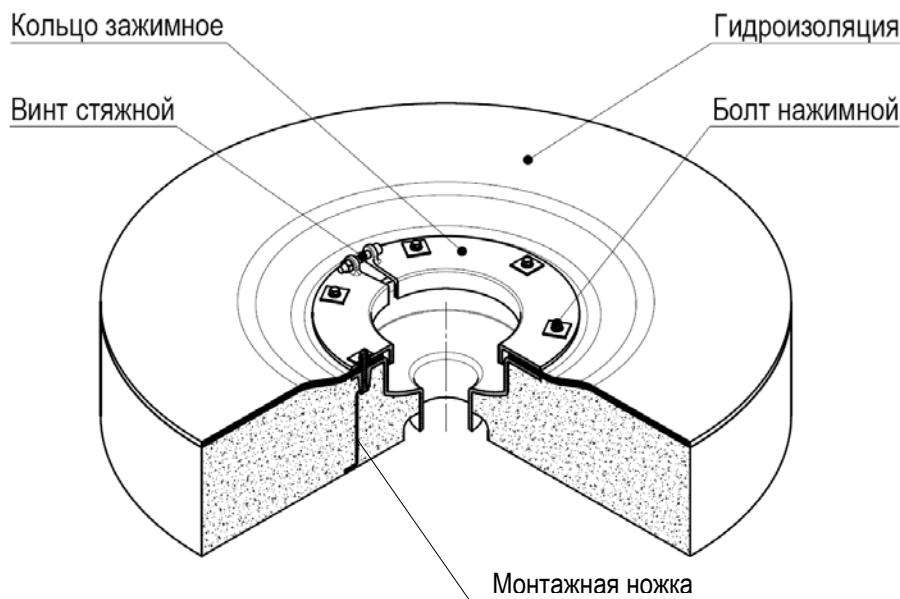

Рис. 3. Установка зажимного кольца трапа мостового ж/б 340x530
2) на втором этапе после достижения бетоном требуемой прочности в соответствии с технологическим процессом производят укладку гидроизоляции на бетонное основание. Гидроизоляцию тщательно наклеивают на клеевой (опорный) фланец нижнего корпуса трапа. В центре трапа гидроизоляцию прорезают по внутреннему диаметру корпуса с запасом, достаточным для запуска внутрь трапа на 10-15 мм. Затем устанавливают зажимное кольцо и закручивают нажимные болты "от руки" (см. рис. 3).